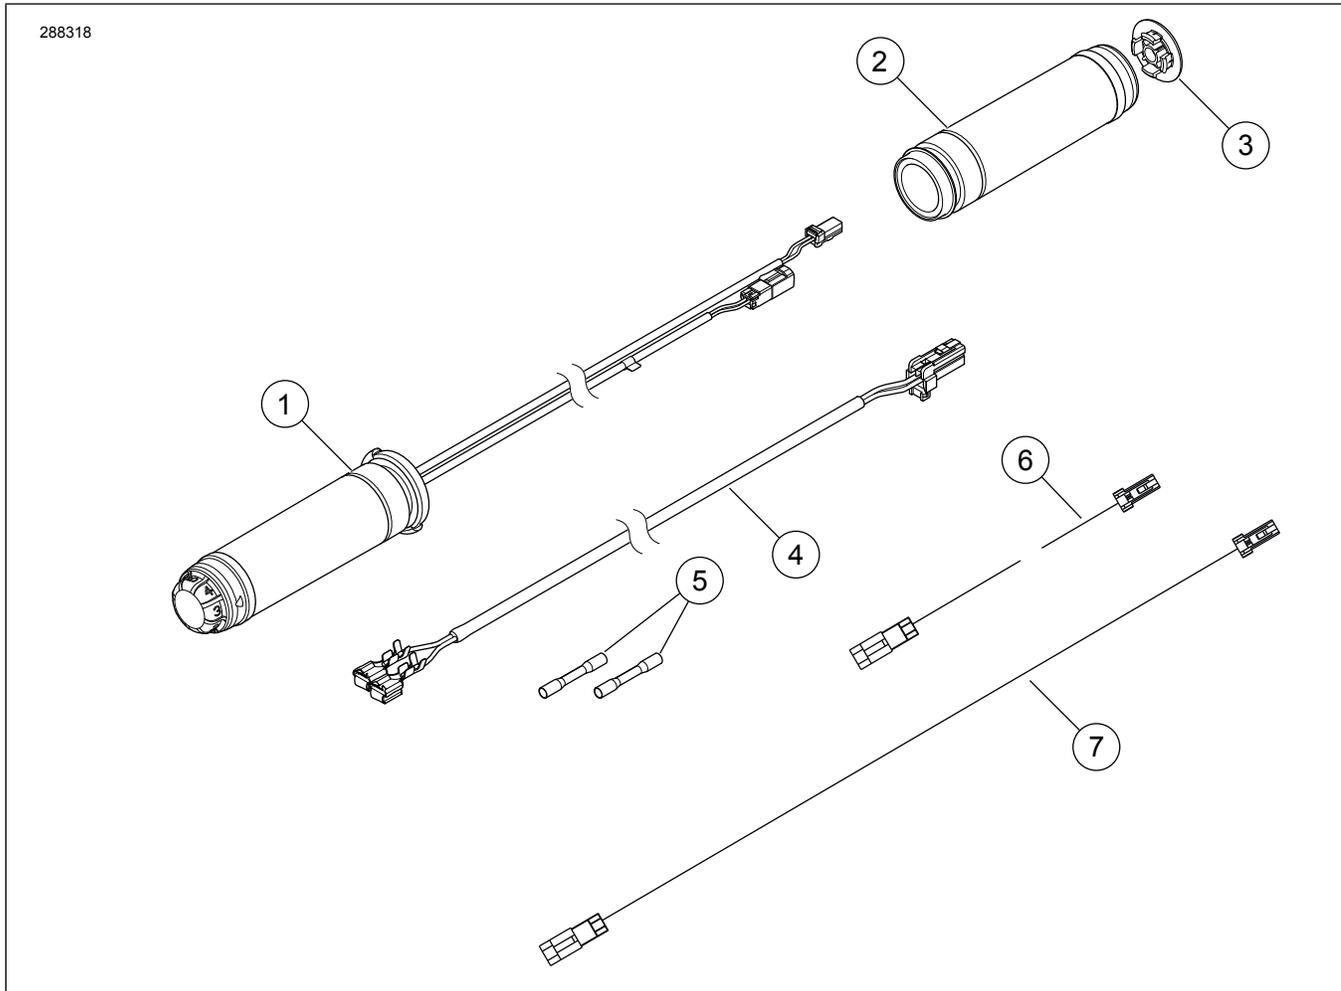

Figura 10. Parti di ricambio: Kit manopole riscaldate
1. Vedere Figura 10 Munirsi di gruppo del cablaggio dal kit. Tagliare i due terminali a forcina dal cablaggio.
- b. Vedere Figura 10 Giuntare il cablaggio delle luci sulla punta del parafrangente vicino al connettore usando due connettori a giunto (5) dal kit.